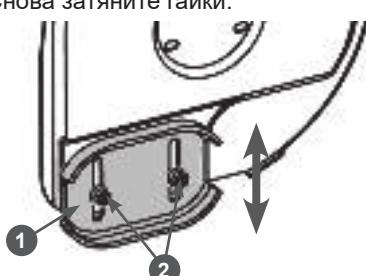

Рис. 27 Регулировка высоты забора снега
2. Открутите гайки 2 крепления полозка 1 на 1-2 оборота и установите полозок на необходимую высоту (Рис. 27). Снова затяните гайки.